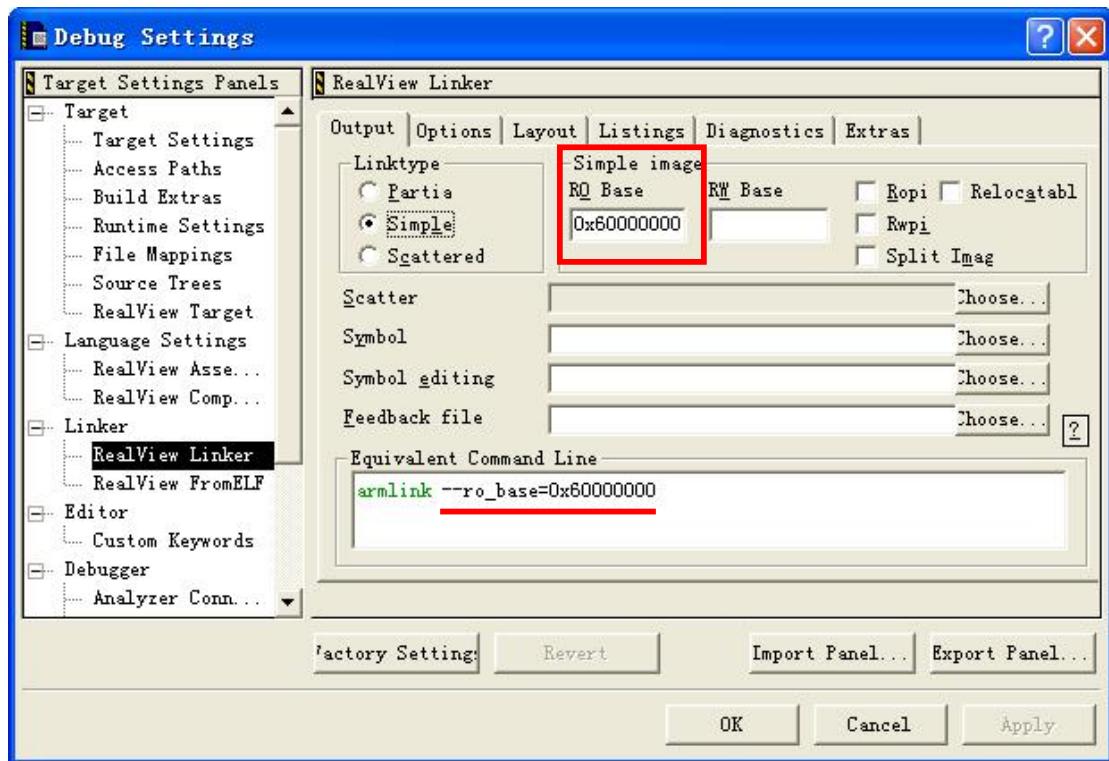

图 2.3
- I 在“Linker”下的“RealView Linker”里，将“RO Base”的值设为：0x60000000。表示实际运行时(Runtime)，代码是从地址 0x60000000 (FLASH 的起始地址)开始存放的。如图 2.3 所示。（这里的信息其实是提供给“加载”程序用的，请参考第 4 章）